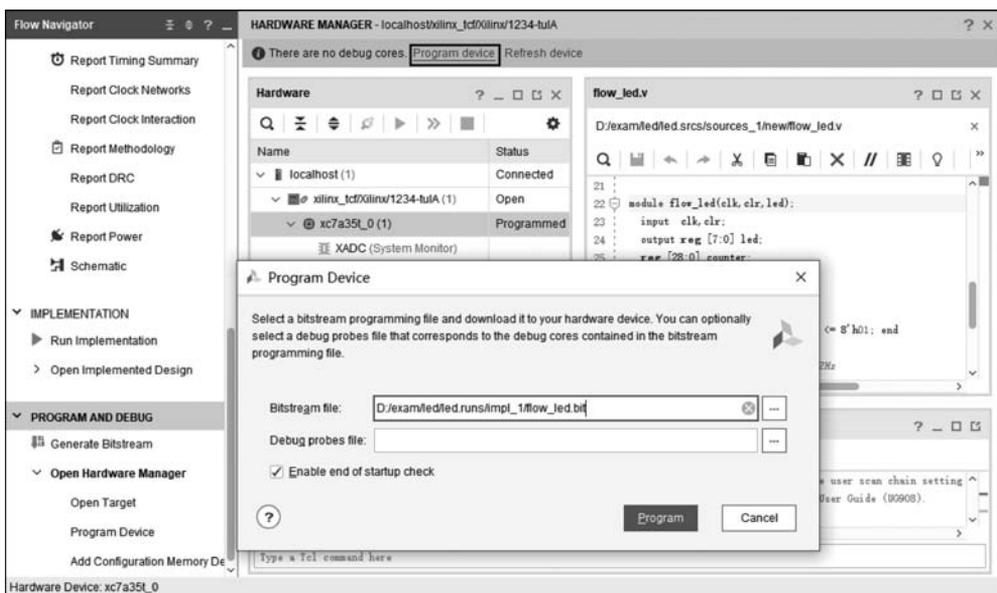

图 3.28 芯片编程下载
(3) 软件和目标板连接成功后,软件界面如图 3.28 所示。